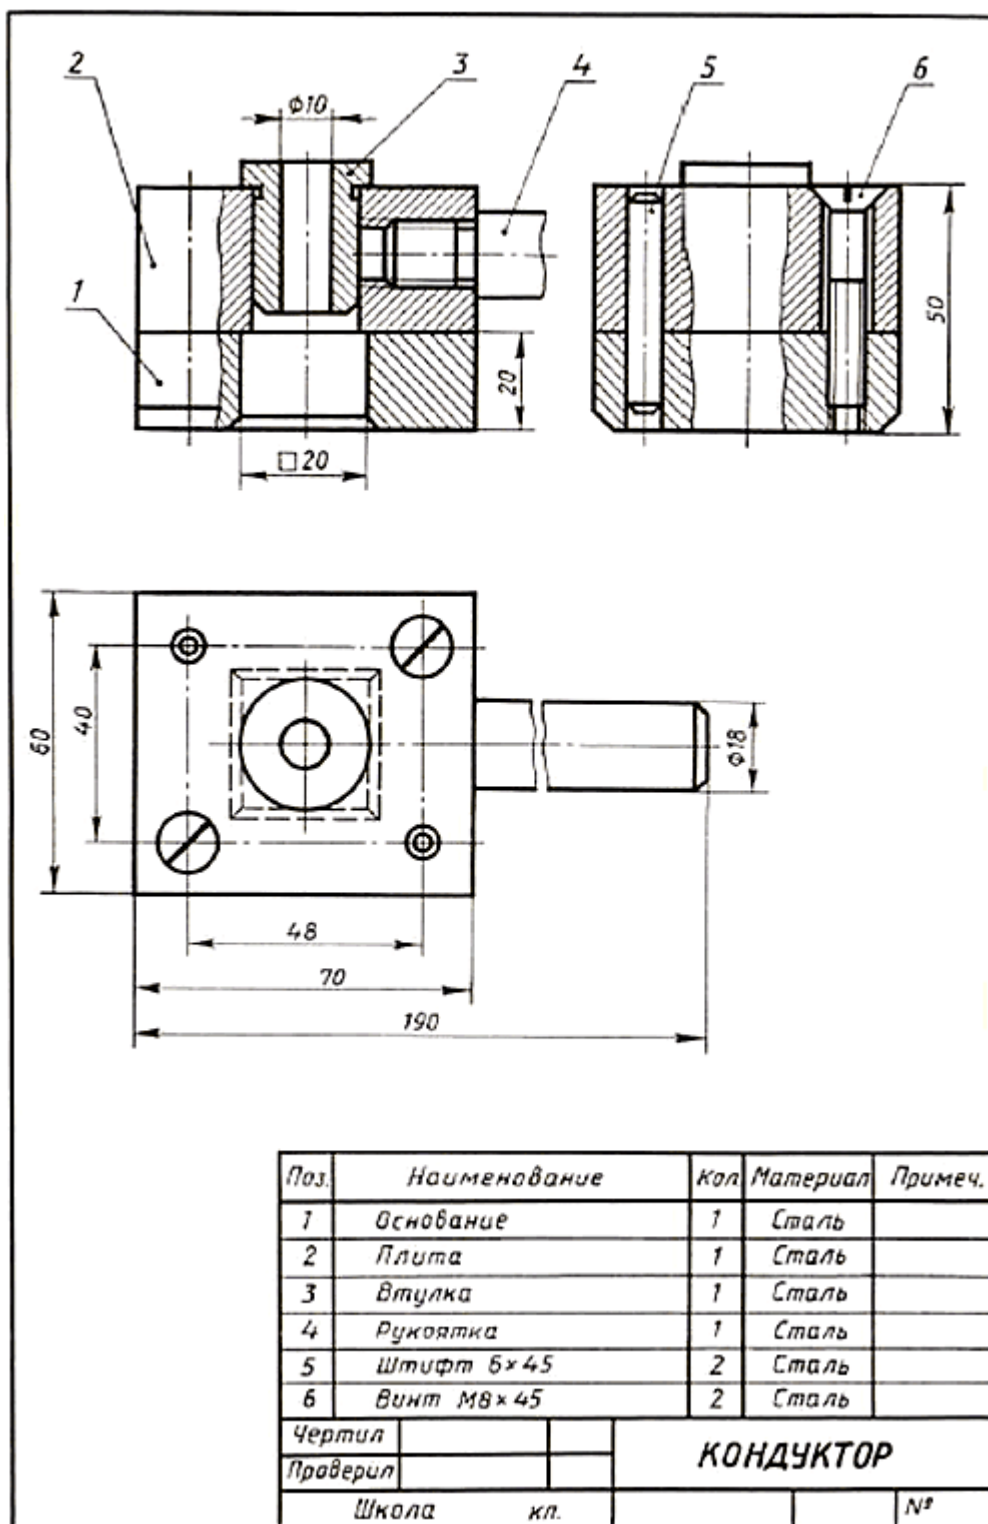

Рис. 3. Чертеж для чтения
3. Приспособление (рис. 3) — кондуктор применяется при сверлении отверстий на плитках, в данном случае имеющих прямоугольный выступ.